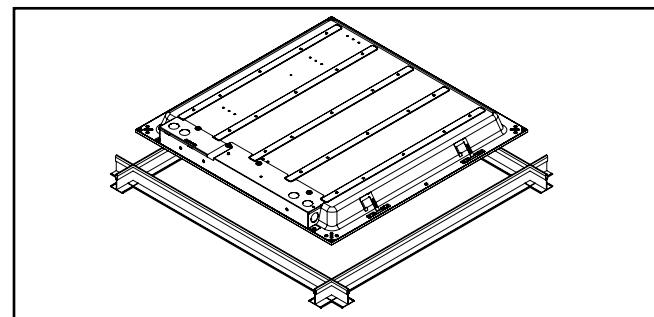

Figure 3.
- Passez le luminaire dans la grille à un angle de 45 degrés puis déposez-la sur la grille (Fig. 3).